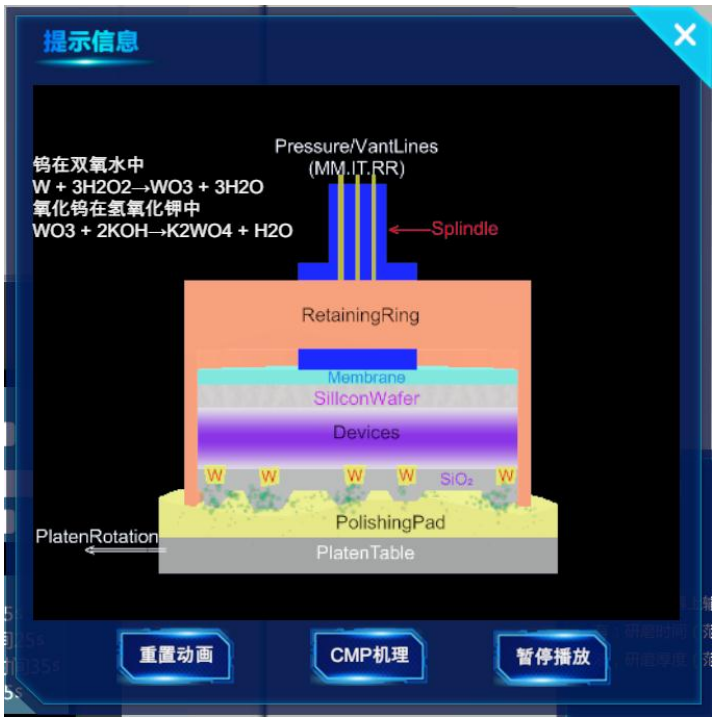

图 10-8 平坦化原理
4) 开始研磨作业：点击“Start”按钮开始作业，展示平坦化原理过程如图 10-8 所示。